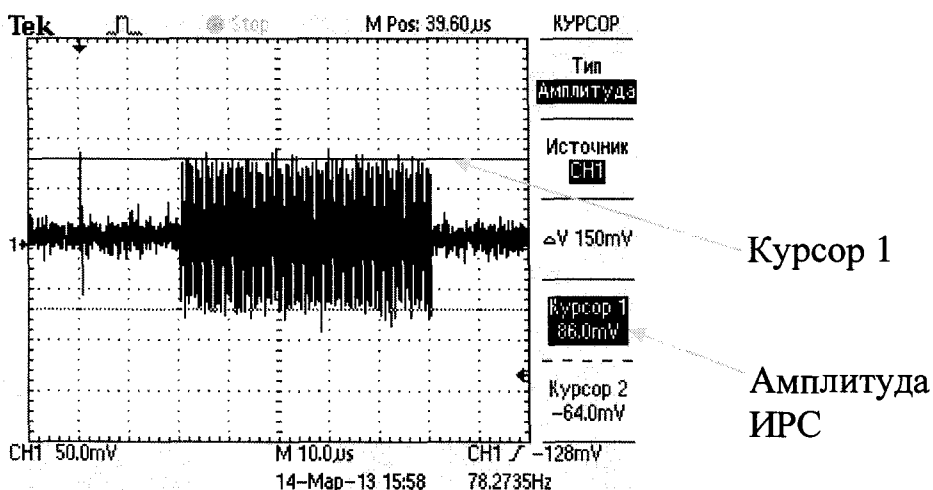

Рисунок 6 - Вид ИРС на экране осциллографа
8.4.6 На экране осциллографа измерить амплитуду ИРС (смотри рисунок 6). Амплитуда ИРС должна быть не более 170 мВ.